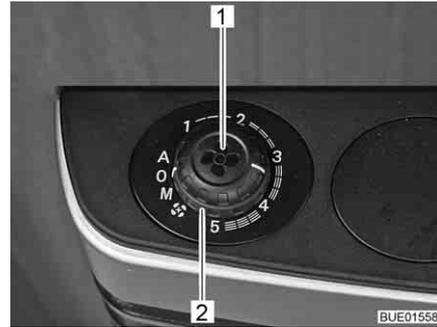

Fig. 141 Manopola e interruttore girevole per comando ventola
- Con l'interruttore girevole (Fig. 141,2) impostare la modalità di funzionamento desiderata.
- Posizionare l'interruttore girevole (Fig. 141,2) su "0".